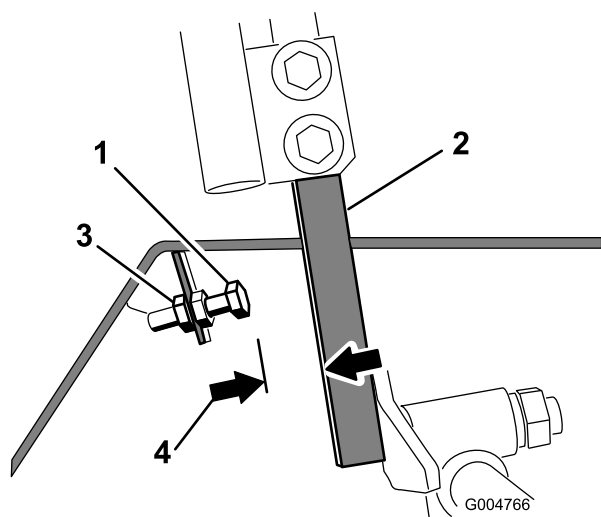

Рисунок 57
4. Ослабьте контргайку на упорном болте рычага управления (Рисунок 57).